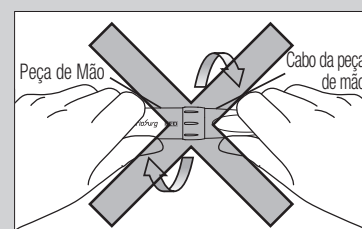

Fig. 22
- A peça de mão não pode ser removida do cabo respetivo. A remoção ou a torção da peça de mão podem danificar as peças internas e provocar uma avaria. (Fig. 22)